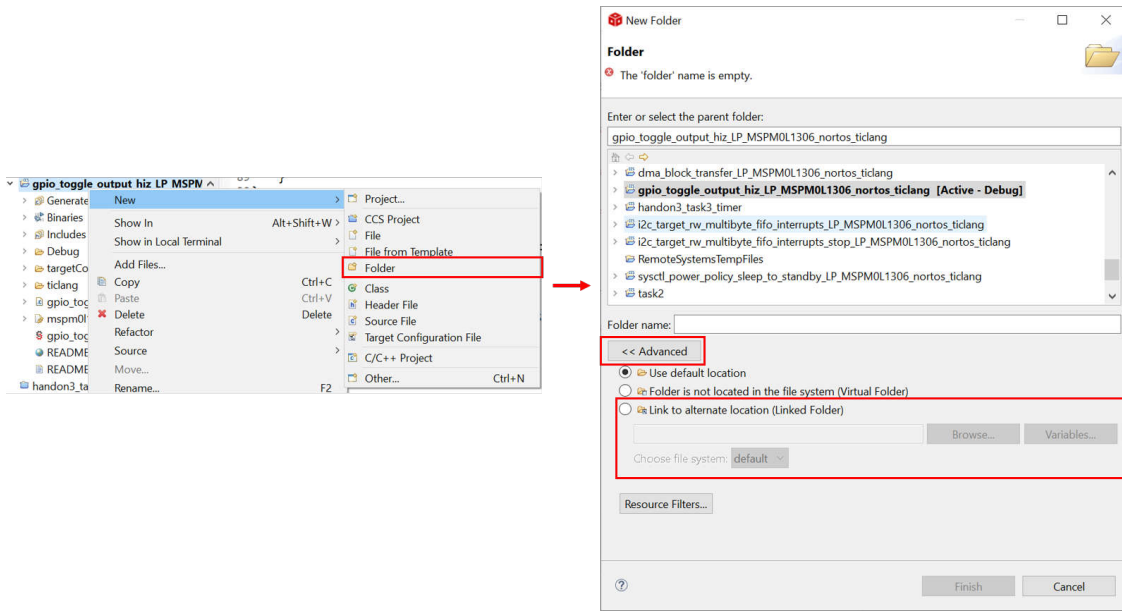

图 2-33. 添加相关文件
7. 如果要添加第三方库，可按照以下步骤操作。首先，必须将相关文件添加到工程中，如图 2-33 所示。